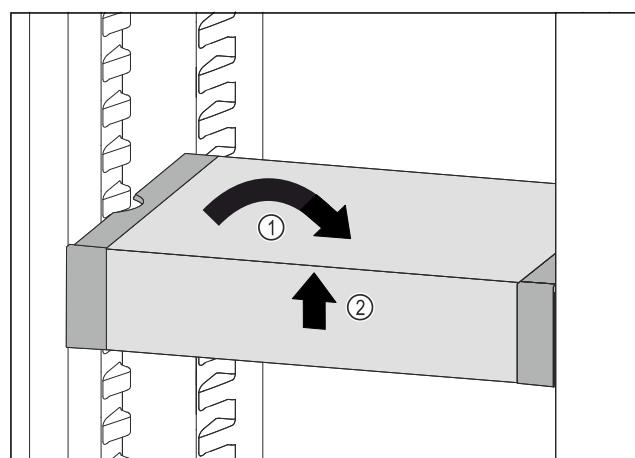

Fig. 100
- VarioSafe postavte rovno. Fig. 100 (1)
- VarioSafe nadvihnite vpredu. Fig. 100 (2)